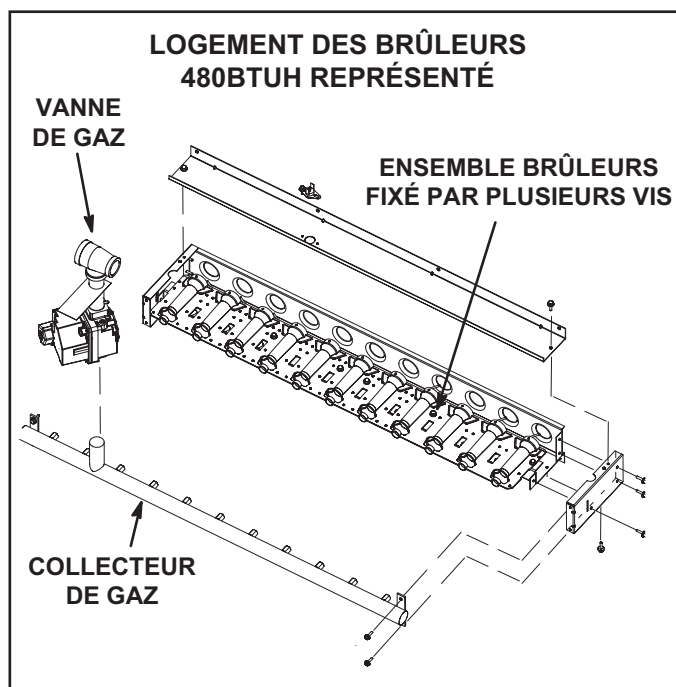

FIGURE 48
- 3 - Retirer les vis qui fixent l'ensemble brûleurs au support des brûleurs et retirer l'ensemble. Voir FIGURE 48. Les nettoyer au besoin.